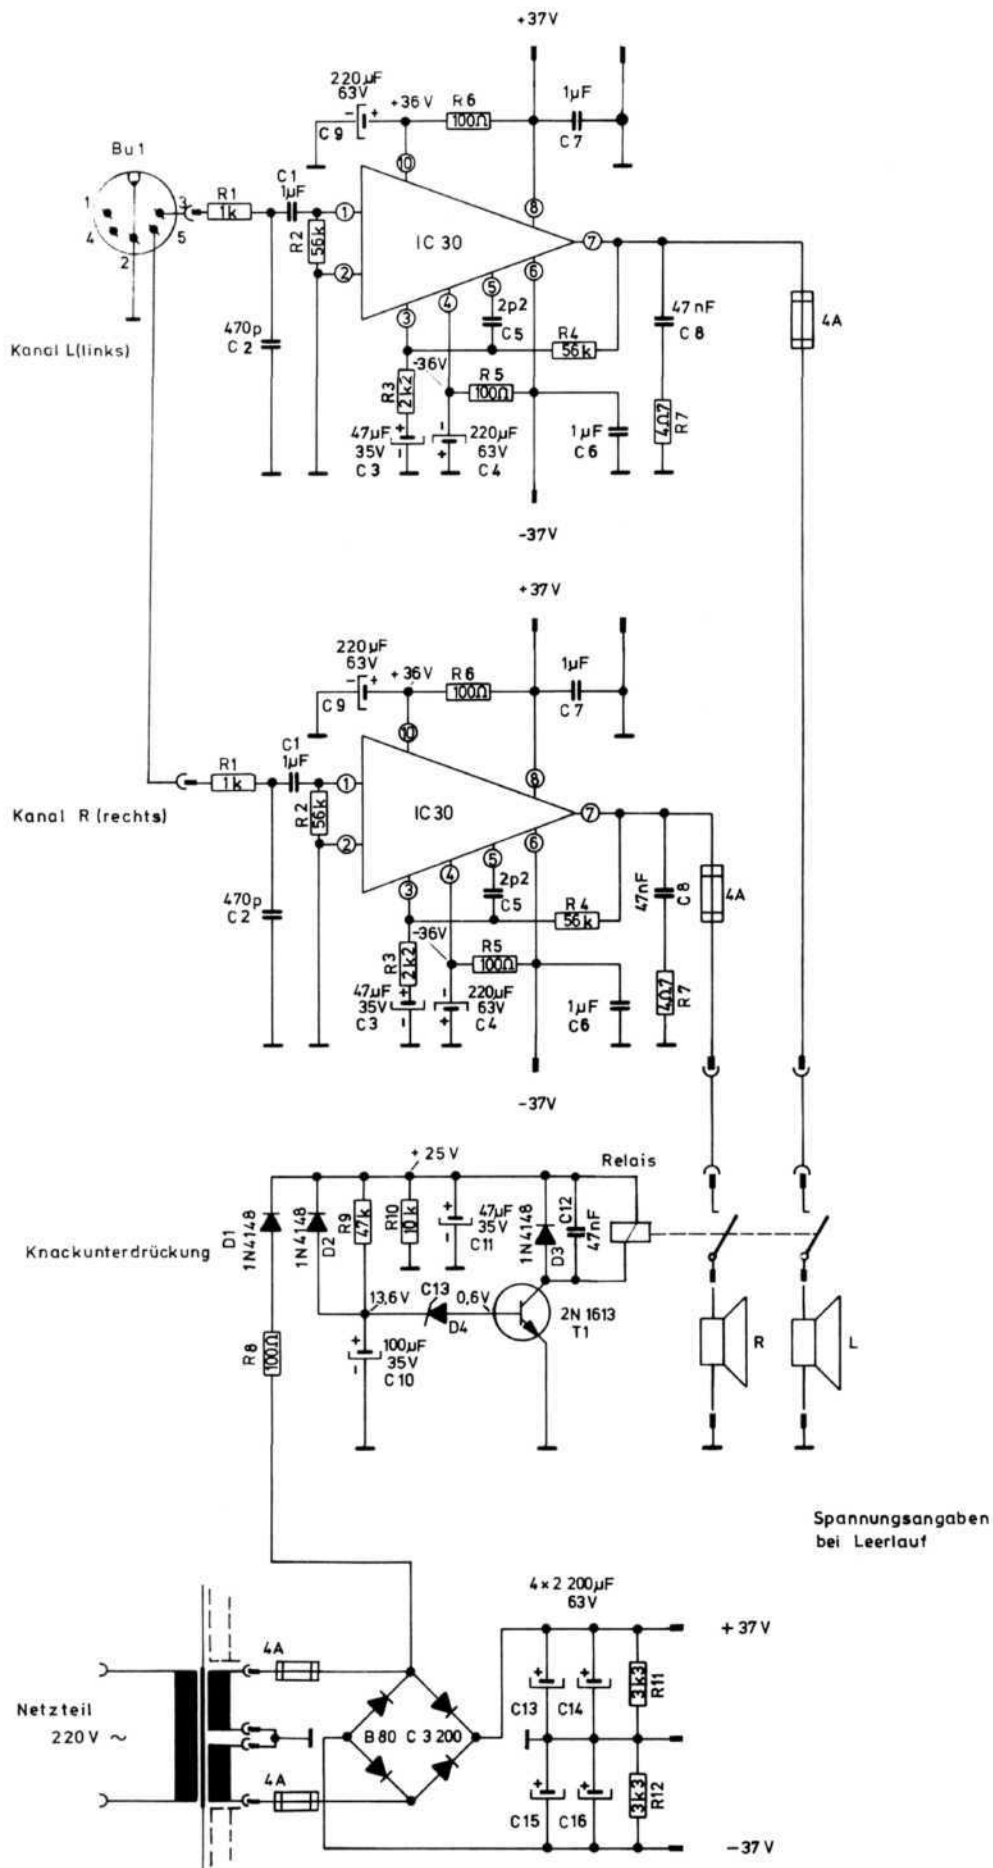

Bild 1. Schaltplan
2. Technische Beschreibung (s. Bild 1)